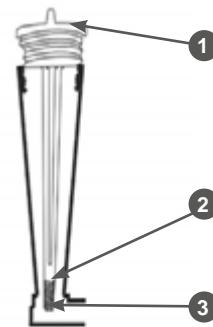

Рис. 13 Уровень масла в картере двигателя
- Подождите примерно 1 минуту, после чего установите крышку-щуп в отверстие горловины, не закручивая её (Рис. 13).
4. Аккуратно извлеките щуп и осмотрите его. Уровень масла должен соответствовать верхней отметке на щупе (Рис. 13).
При недостаточном уровне масла в картере необходимо долить чистое масло до верхней отметки на щупе (Рис. 13).